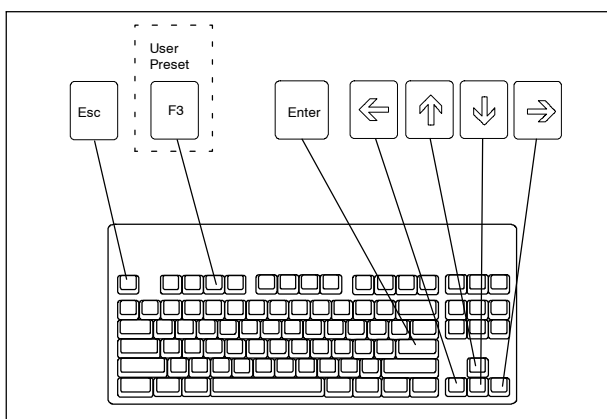
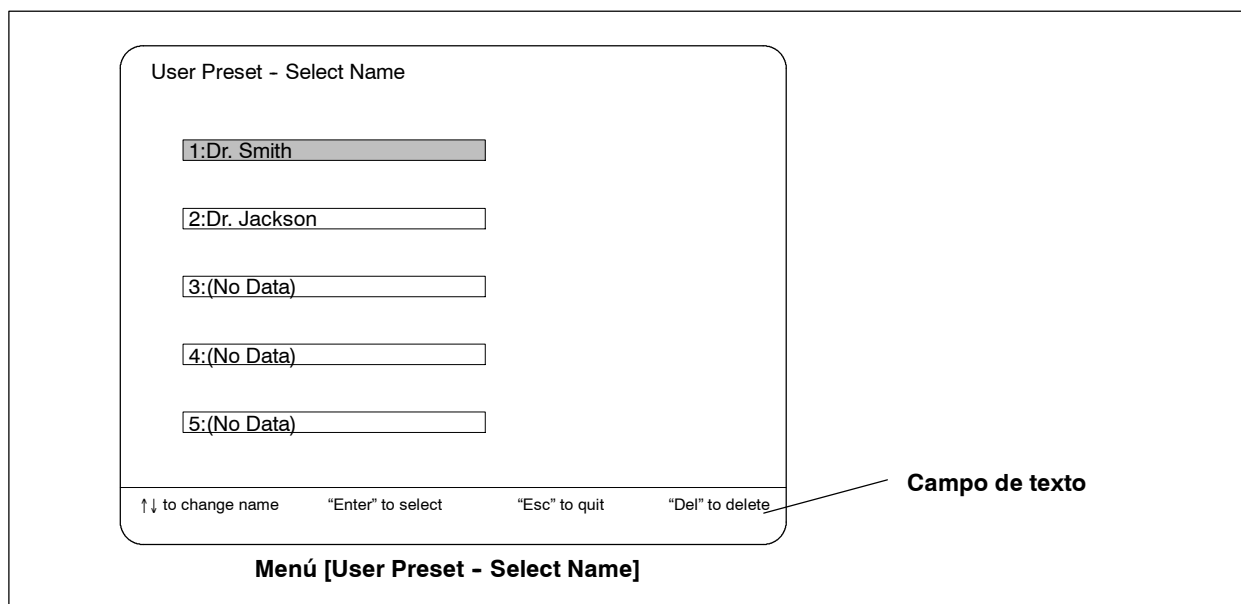

Figura 6.36
Figura 6.37
1. Pulse la tecla F3 (User Preset) del teclado (ver figura 6.36). El menú [User Preset - Select Name] aparecerá en la pantalla (ver figura 6.37).